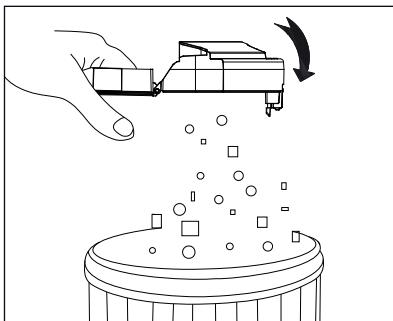

Fig. 9
- 3) Vacíe el contenido del depósito de polvo 14 en un contenedor de residuos (consulte la fig. 9).